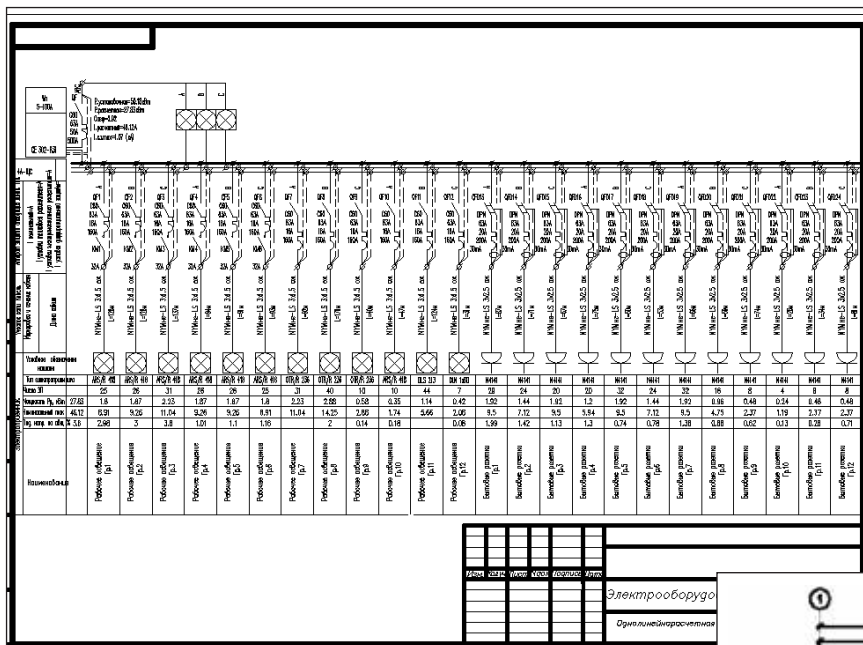

Рис. 3. Однолинейная схема
- принципиальные схемы питающей и распределительной сетей (рис. 3);